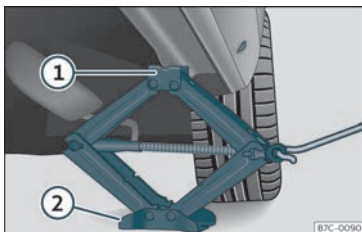

Fig. 39 Traveseiro: colocación do gato do vehículo.
- Xire a manivela do gato*, situado debaixo do punto de apoio do traveseiro, para elevalo ata que a pestana ① »» fig. 39 estea situada baixo o aloxamento previsto.
- Aliñe o gato* para que a pestana ① “agarre” no aloxamento previsto do traveseiro e a placa base móbil ② descanse no chan. A placa base ② debe caer verticalmente con respecto ao punto de soporte ①.